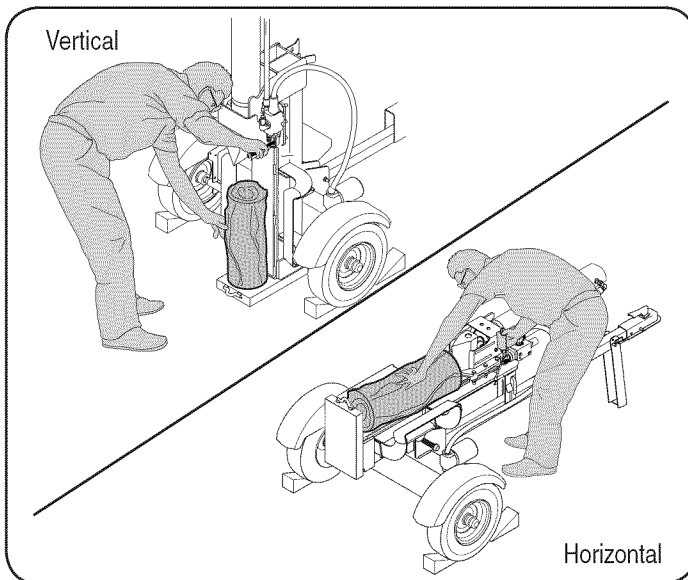

Figura 1
- Siempre opere la máquina desde la(s) zona(s) del operador que se especifican en el manual. Vea la Figura 1.